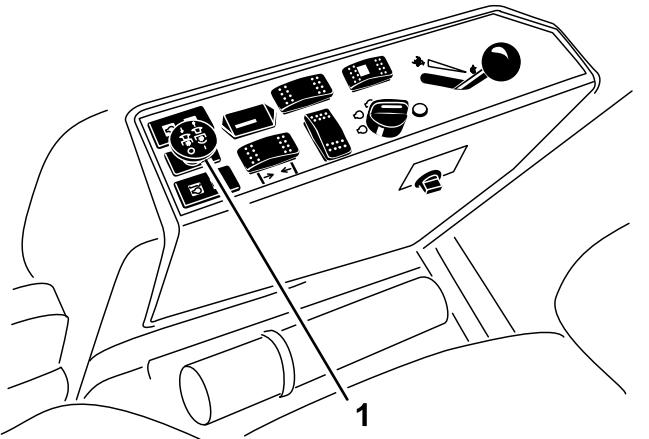

Figura 23
3. Innestate l'interruttore della PDF alzandolo (Figura 23).